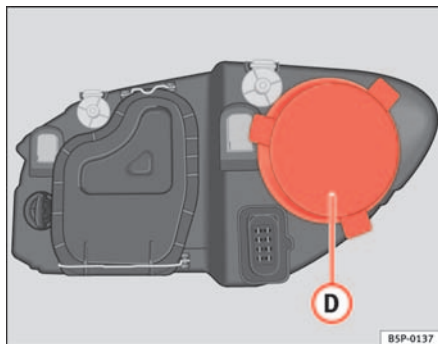

Abb. 186 Standlicht
- Den Deckel ⇒ Abb. 186 ① abziehen.